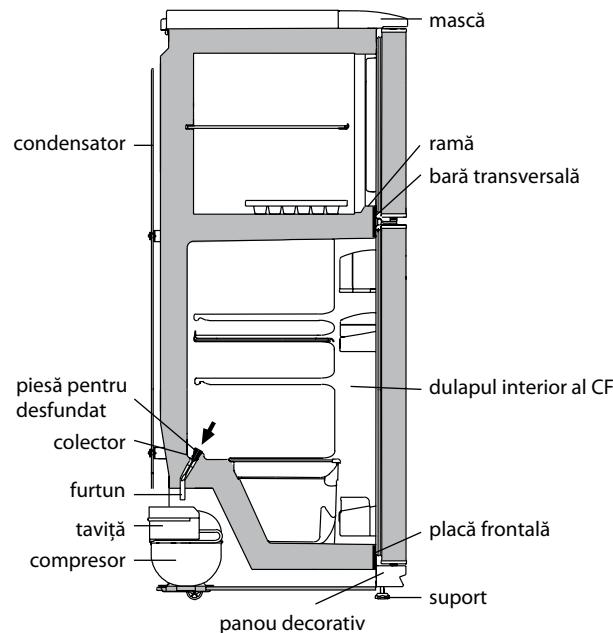

Figura 4 — Schema scurgerii apei provenite din dezghețarea CF
2.2.1 În CF funcționează un sistem automat de dezghețare. Bruma, care apare pe peretele din spate a CF, după deconectarea compresorului care lucrează în ciclu, se topește și se transformă în picături de apă. Picăturile de apă provenită din dezghețare se scurg în colector, apoi prin gaura acestuia și prin furtun - în taviță de pe compresor, în conformitate cu figura 4 și se evaporă.
Prezența apei în colector indică înfundarea sistemului de drenaj. Pentru eliminarea înfundării folosiți piesa corespunzătoare și curătați gaura colectorului, astfel ca apa să se scurgă liber în taviță, apoi spalați piesa și instalați-o în conformitate cu figura 4.
SE INTERZICE să exploatați frigiderul cu sistemul de scurgere înfundat. Apa care a apărut pe fundul CF sau care a ajuns în locul de alăturare a barei transversale și a dulapului interior al CF, în conformitate cu figura 4, poate provoca coroziunea dulapului exterior al frigiderului și elementelor agregatului frigorific, defectarea izolației termice, formarea crăpăturilor dulapului interior și defectiunea frigiderului.
ATENȚIE! Nu permiteți scurgerea apei provenite din dezgheț din CC la decongelarea și curățarea acestuia, deoarece ea, pătrunzând în locul de alăturare a barei transversale și a ramei CC, în conformitate cu figura 4, poate provoca coroziunea dulapului exterior al frigiderului și a elementelor agregatului frigorific, defectarea izolației termice, formarea crăpăturilor ramei și defectiunea dulapului frigiderului.